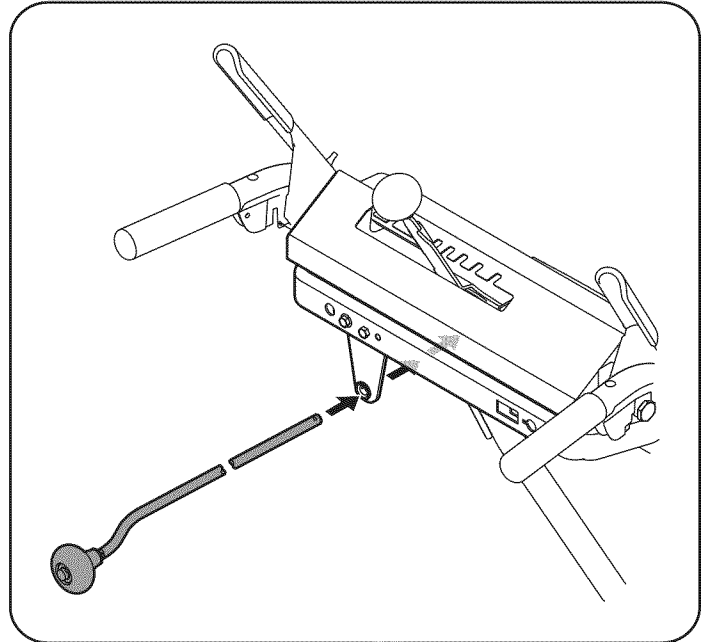

Figura 6
7. Insertar el control direccional del canal en el soporte de apoyo en la parte trasera del tablero de instrumentos. Véase la Figura 6.